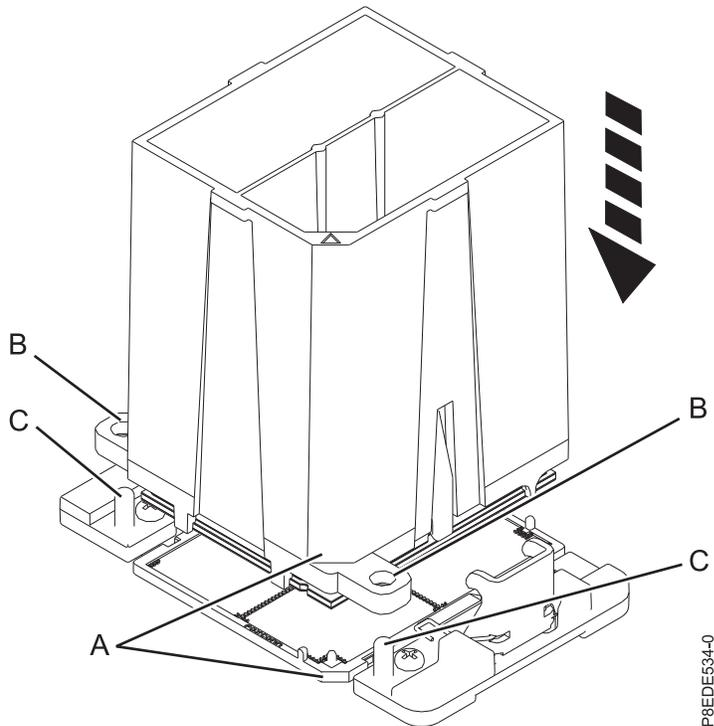

Abbildung 77. Installieren des Systemprozessormoduls
- b. Senken Sie das Werkzeug und das Systemprozessormodul auf das Socket ab. Richten Sie die abgeschrägte Ecke (A) des Werkzeugs an der abgeschrägten Ecke des Sockets aus. Stellen Sie sicher, dass die beiden Führungsstifte (C) auf jeder Seite des Werkzeugs in die für die Ausrichtung vorgesehenen Löcher (B) eingeführt werden. Gehen Sie vorsichtig vor, damit das Werkzeug gleichmäßig abgesenkt und nicht gekippt wird. Siehe Abb. 77 auf Seite 71.